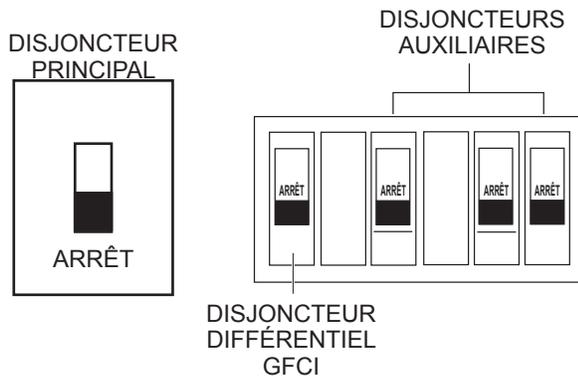

Figure 35. Disjoncteurs (Arrêt) Princ. Aux. et GFCI
1. Placer les disjoncteurs **PRINCIPAL**, **GFCI** et **DE CHARGE** comme indiqué dans Figure 35 à la position d'arrêt **OFF**.
2. Placer les disjoncteurs **PRINCIPAL**, **GFCI** et **DE CHARGE** comme indiqué dans Figure 35 à la position d'arrêt **OFF**.